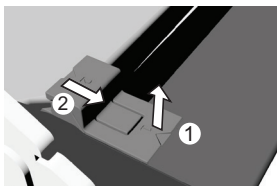

Figure 1
- Soulevez légèrement les supports sur la gauche et sur la droite de la porte (marque 1 sur le support) et retirez-les de la vitre (marque 2 sur le support) (voir Figure 1). remplaçant la porte du four.